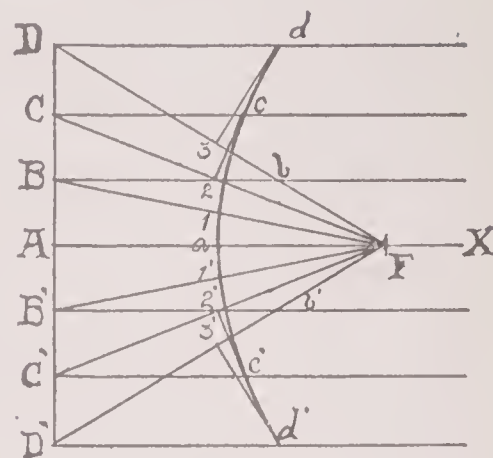

Fig. 25
25. To draw a parabola (Fig. 25):